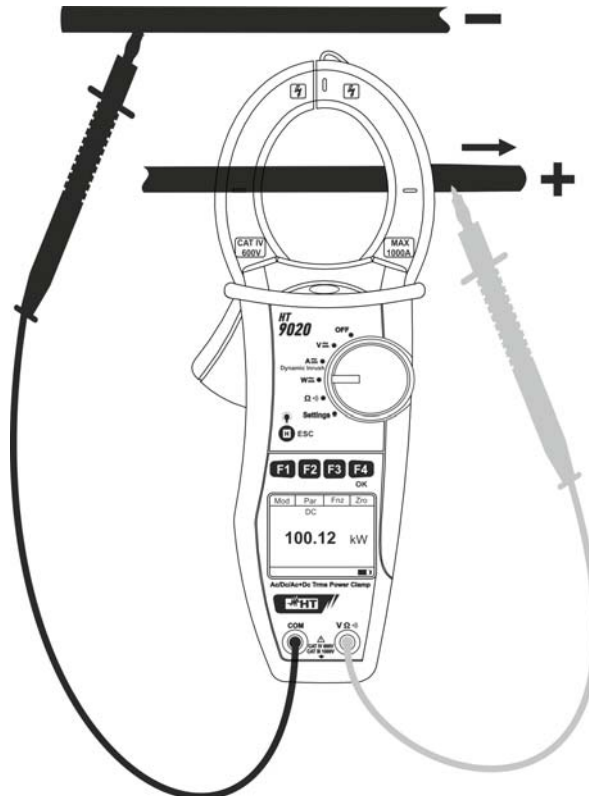

Fig. 11: Misura di potenza/energia DC
5. Inserire il cavo rosso nel terminale di ingresso **VΩ⁾⁾⁾** e il cavo nero nel terminale di ingresso **COM**. Posizionare il puntale rosso su polo "+" e il puntale nero sul polo "-" e inserire il cavo "+" all'interno del toroide rispettando la direzione della corrente indicata dalla freccia (vedere Fig. 11). Inserire il cavo all'interno del toroide al centro dello stesso al fine di ottenere misure accurate. Utilizzare le tacche presenti come riferimento (vedere Fig. 2)
6. Il valore della Potenza DC è mostrato a display espresso in kW. Premere il tasto **F2 (Par)**, selezionare con lo stesso tasto l'opzione "**Tens/Corr**" per la lettura dei valori di tensione DC e corrente DC e confermare con **F4 (OK)**. La seguente videata è mostrata a display